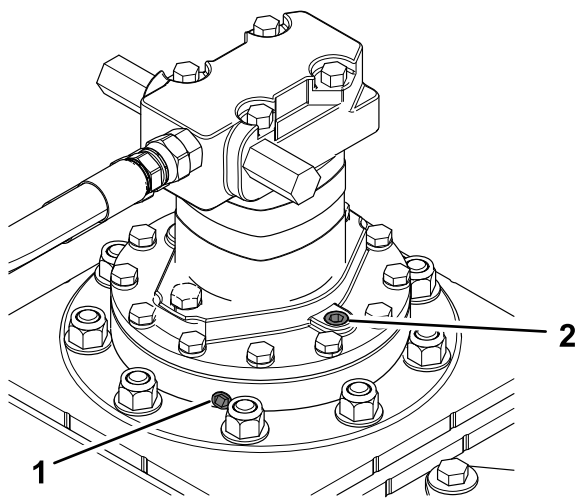

Figure 7
3. Enlevez le bouchon sur le côté du boîtier de roulement (Figure 7).